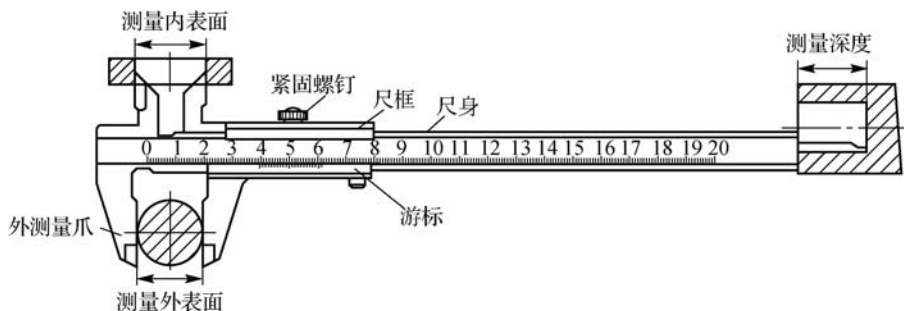
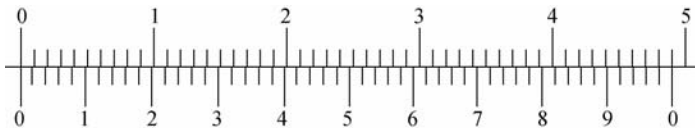

图 5-46 游标卡尺的结构
图 5-47 游标卡尺刻度原理
(1)刻度原理。游标卡尺是由尺身、游标、尺框组成的,如图 5-46 所示。尺身每小格为 1 mm,每大格为 10 mm。只是游标与尺身刻线宽度相对应的关系不同。下面以 0.02 mm 游标卡尺为例来说明其刻度原理。游标卡尺的尺身每格刻线宽度为 1 mm,使尺身上 49 格刻线的宽度与游标上 50 格刻线的宽度相等,则游标的每格刻线宽度为 $49/50=0.98$ mm,尺身和游标的刻线间距之差为 $1.00-0.98=0.02$ mm,这个差值就是 0.02 mm 游标卡尺的分度值,刻度原理如图 5-47 所示。